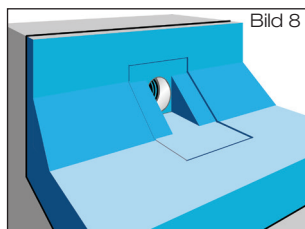

Bild 8
- 2.1 Wärmeisolation verlegen. Konturen des Ablaufrohres mit Klebeflansch in Wärmeisolation einarbeiten (Bild 8). Der Klebeflansch des Ablaufrohres soll gemäß Flachdachrichtlinien oberflächenbündig in die Unterlage eingelassen werden.